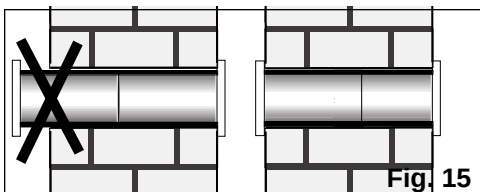

Fig. 15
- ☐ Si les accessoires sont trop longs, vous pouvez en couper un pour adapter l'ensemble à la dimension du mur, **Fig. 15**.